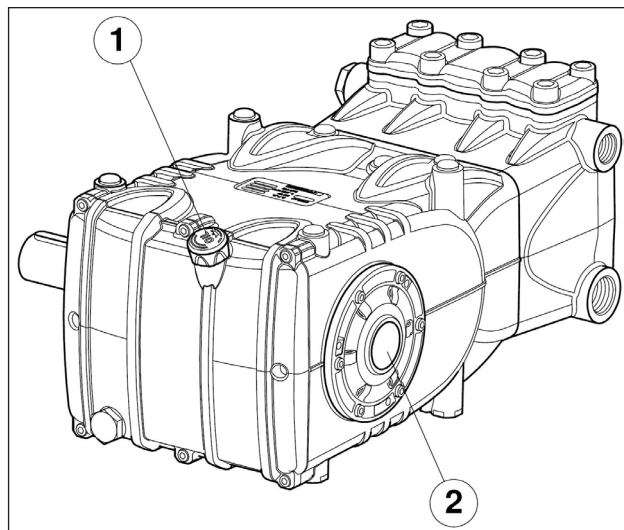

图 14
5. 通过专用油位尺 (图 14, 部件①) 检查泵壳中的油位是否达到要求, 特别是通过油位指示灯 (图 14, 部件②) 检查。